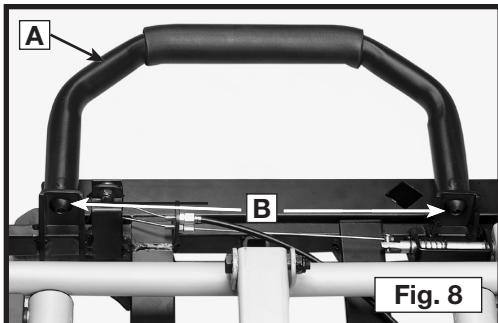

Fig. 8
1. Instale el asa (A), Fig. 8, en el extremo de la base de soporte opuesto a las ruedas, con los dos tornillos de cabeza de botón M8 x 25 mm (B) y las dos arandelas de seguridad desde el interior.